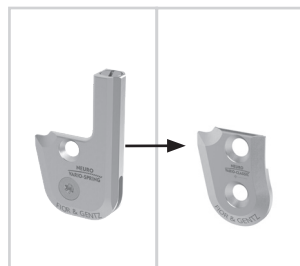

Fig. 22
- 2 Monter dekkplaten til systemleddet NEURO VARIO-CLASSIC i passende systembredde (fig. 22).